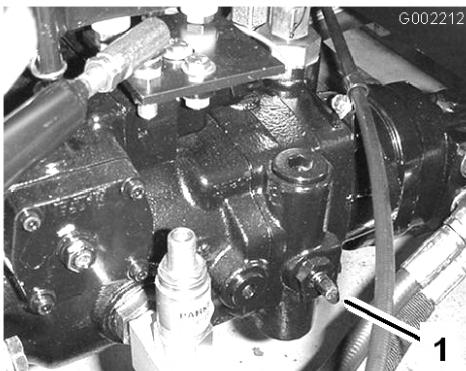

図 25
1. バイパス・バルブ(図 25)を左右どちらかに 90° 回転させるとバルブが開く。